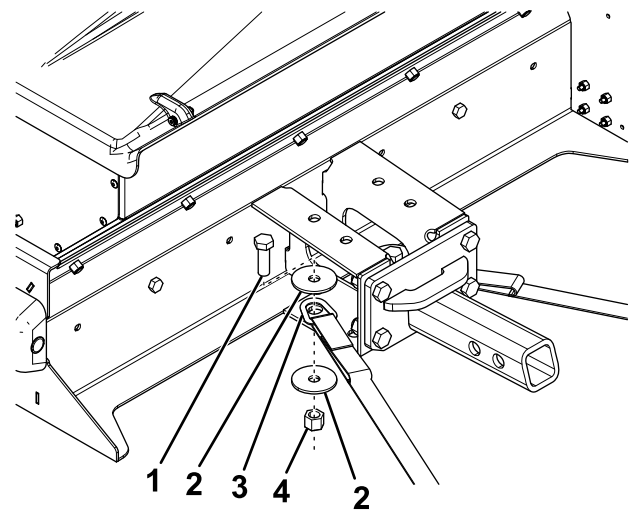

图 14
3. 如图 14 所示用 2 个螺栓 1/2 x 1 1/2 英寸、4 个垫圈 1/2 英寸和 2 个锁紧螺母 1/2 英寸将棘轮带的 D 形环端连接至撒布机安装支架。